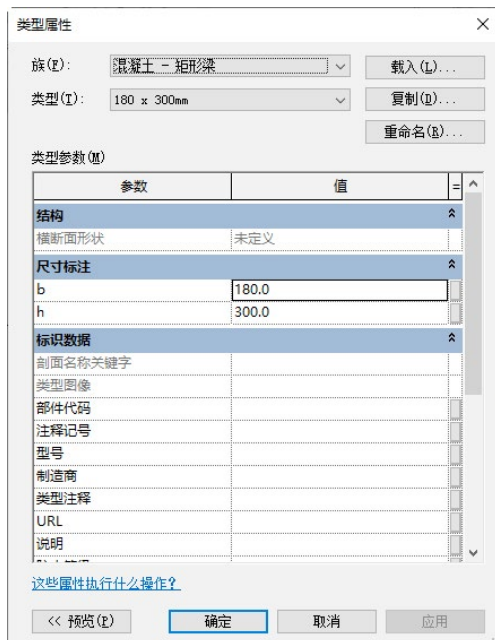

图 6-60 “类型属性”对话框
(4) 在“属性”选项板中单击“编辑类型”按钮, 打开“类型属性”对话框, 单击“复制”按钮, 打开“名称”对话框, 输入“名称”为“180×300mm”, 单击“确定”按钮, 返回“类型属性”对话框, 更改“b”为“180.0”, “h”为“300.0”, 其他采用默认设置, 如图 6-60 所示, 单击“确定”按钮。